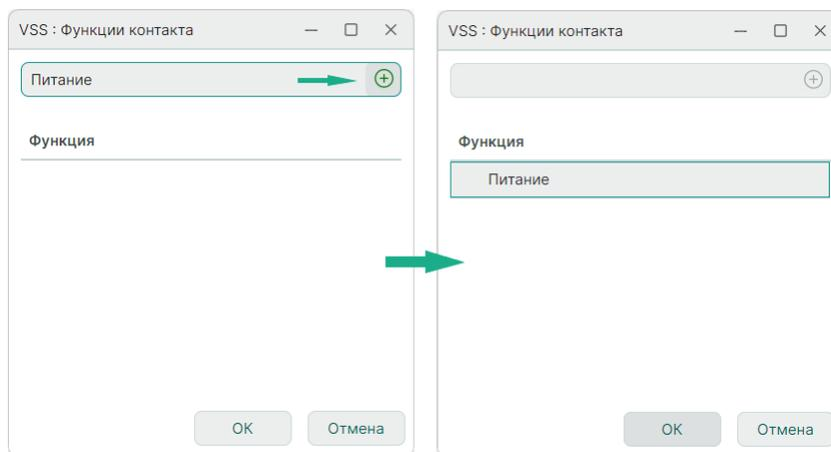

Рис. 271 Добавление функции назначения
2. В окне «Функции контакта» укажите название функции контакта и нажмите символ **+**, см. Рис. 271.